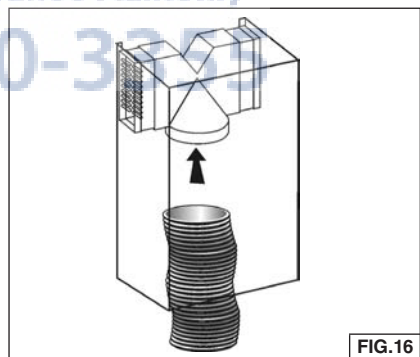

FIG.16
4. Fije el entubado de 5 pulgadas expansible a la cámara de distribución y coloque cinta adhesiva de aluminio en la junta. Fig. 16.